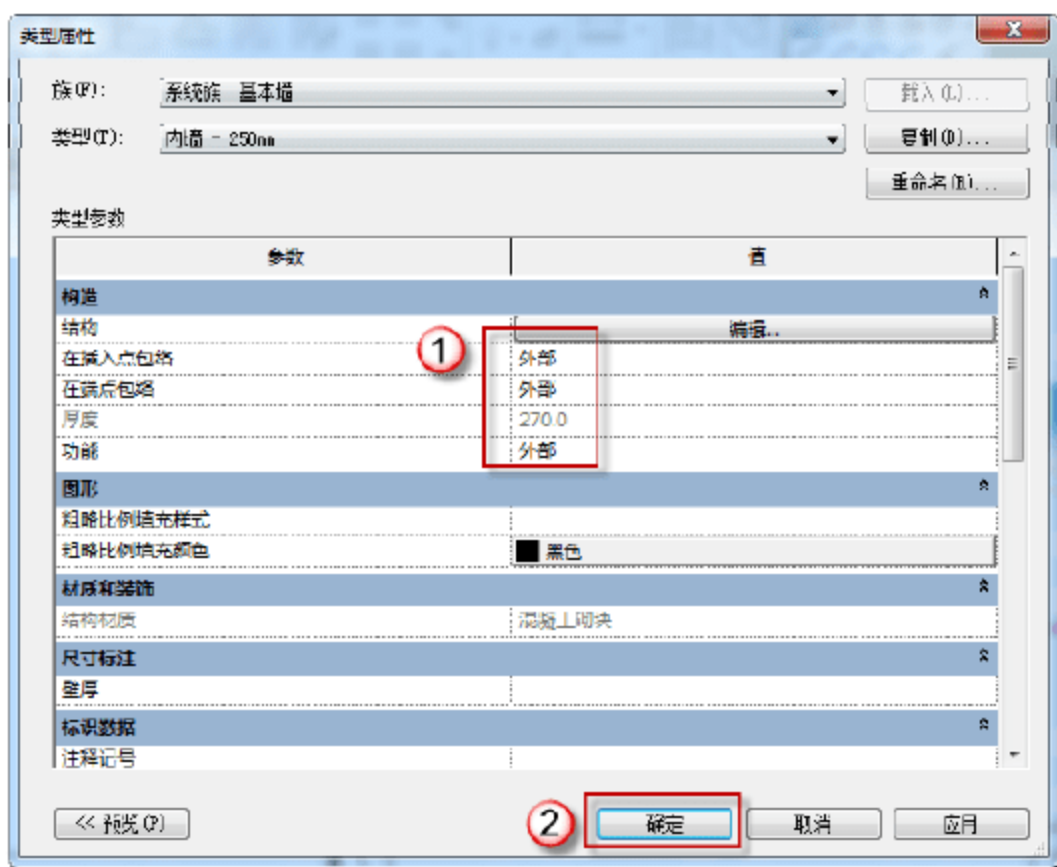

图 9.1.40 完成“内墙-250mm”的编辑
(13) 完成“内墙-250mm”的编辑。在“类型属性”对话框中，选择“在插入点包络”后的参数“不包络”→“外部”，再选择“在端点包络”后的参数“无”→“外部”，选择功能参数后的“无”→“外部”命令，然后单击“确定”按钮，如图 9.1.40 所示。